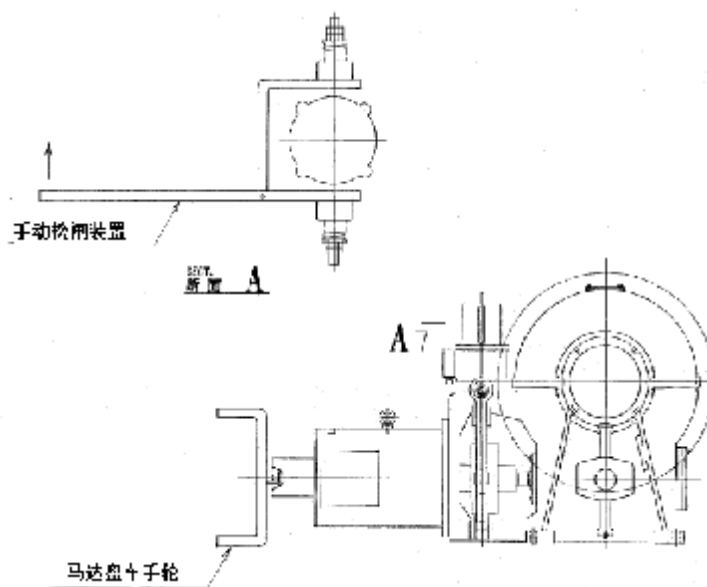

图 6 制动器松闸装置
**手动松闸：**在安装、检修状态时，欲使曳引机解除报闸状态，可将松闸杆放入制动臂两侧，如图 6 指示方向压松闸杆，即可克服制动弹簧的压紧力将制动臂向外顶开，达到手动松闸的目的。
- 步骤 3：通过图 6 中指示方向按压手动松闸装置来打开抱闸；